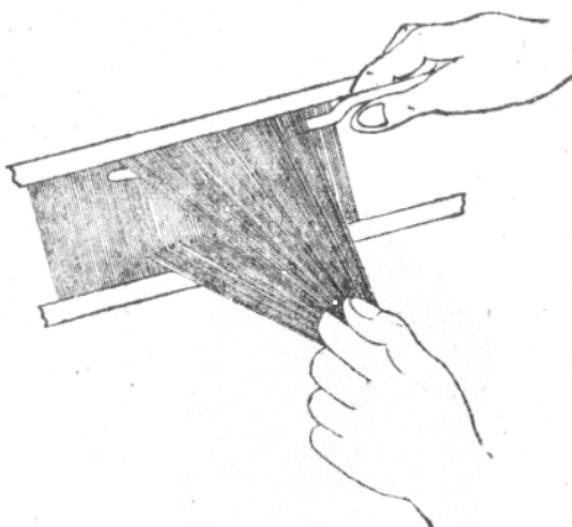

图 24
(1) 穿完后把多余的综丝取下(每页只留一根), 钳上综环或扣上弹簧钩。
(2) 两手把综和停经片向左移动, 使经纱在停经片和综筘眼内成一直线。
(3) 挂上吊筘钩, 挂综卡子, 或吊综钩, 挂起综筘, 拉直经纱, 把综筘停经片逐页前后分开, 用眼从右侧斜着查看停经片综丝有无漏穿现象, 检查完再拿验筘针从右向左分段分层检查, 有无空筘、迭筘、穿错等现象, 如图24所示。先检查上层再检查下层, 如图25所示。